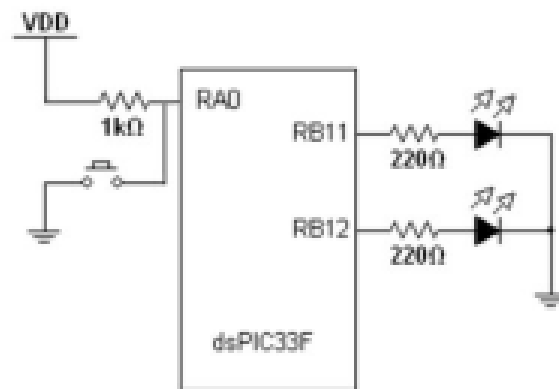

Figura 6. Esquema de conexión para la práctica 1.
2. Realizar la conexión proporcionada en la figura 6.
en la figura 6.